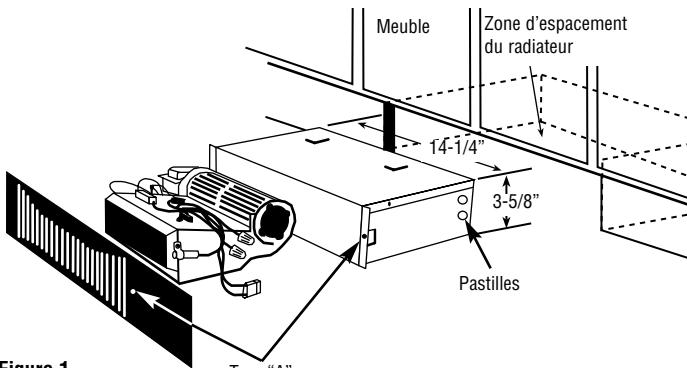

Figure 1 Trou "A"
- Découpez une ouverture de 14-1/4" x 3-5/8" (361,9 x 92,1 mm) à l'endroit voulu comme montré en Fig. 1. Maintenez la zone au sein du périmètre d'écartement exempte d'obstructions.
- Déterminez quelle pastille sur l'enceinte sera utilisée pour le câblage sur site et enfoncez-la (Voyez la Figure 1). Installez un passe-fil sur le trou (fourniture locale).
- En utilisant les trous dans les brides de l'enceinte comme gabarit, fixez à la fois la grille frontale et le radiateur en perçant deux trous de diamètre 3/32" (2,3 mm) dans la planche du meuble, et en plaçant deux vis N° 6 de 3/4" (19 mm) au travers du trou "A" (Voyez la Figure 1).